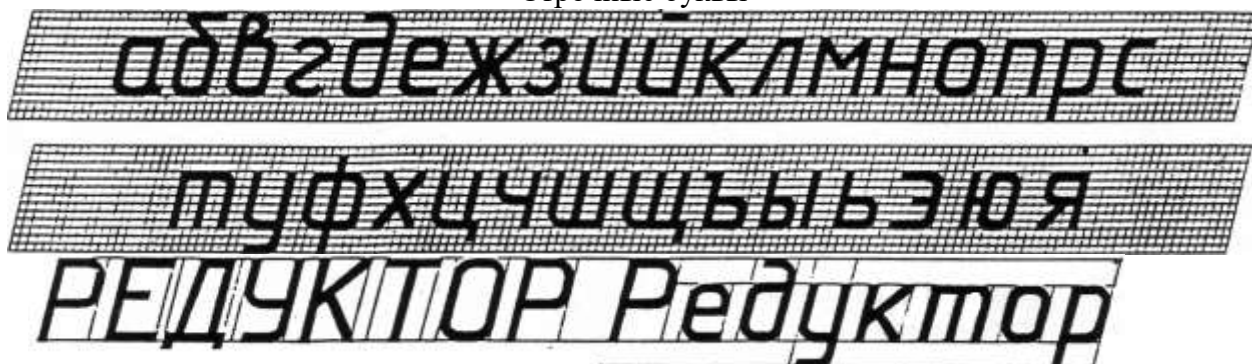

Рисунок 3 - Шрифт
3. Толщину букв шифра выполнить в соответствии с ГОСТ 2.304-81, рис.3
3. Выполнить правильно компоновку чертежа (проведите горизонтальные вспомогательные линии, ограничивающие высоту прописных и строчных букв шифра), рис.3;